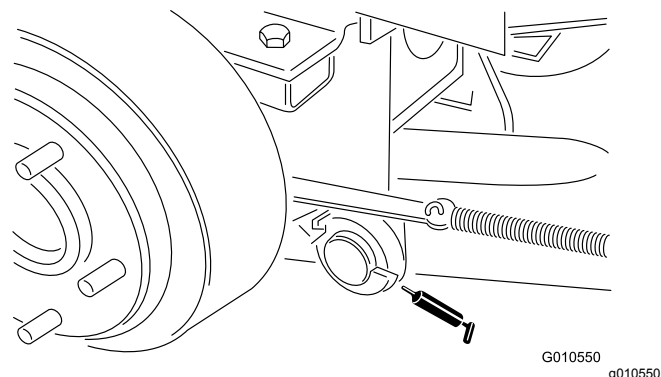

Figura 16
- Pasadores de giro de los brazos de elevación derecho e izquierdo (Figura 16)